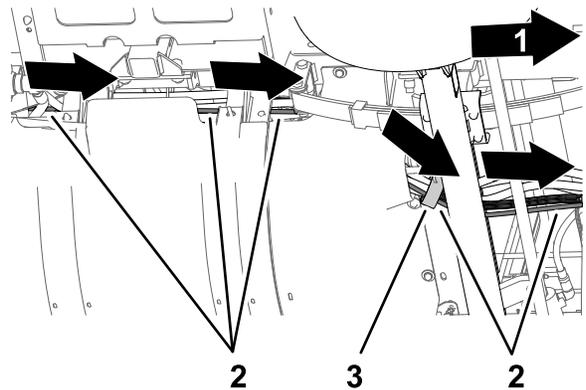

Figura 7
- Sollevate il sedile e continuate a disporre il tubo in avanti, lungo il cablaggio preassemblato della macchina, attraverso il morsetto di supporto e sotto il pianale (Figura 7).